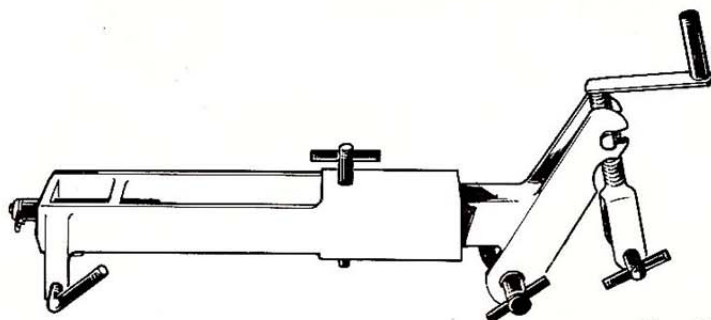

Fig. 10
- Un attelage avec vis de réglage de profondeur (fig. 10) complément du premier permettant la fixation d'une gamme très étendue d'outils :